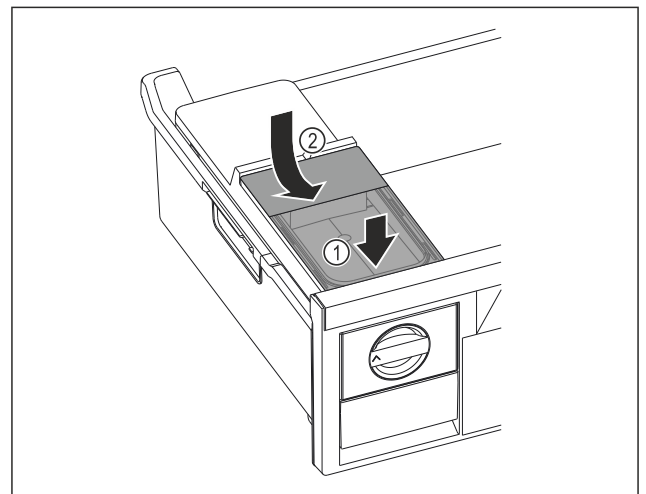

Fig. 157
- ▶ Placer le réservoir d'eau à l'avant. Fig. 157 (1)
- ▶ Abaisser le réservoir d'eau à l'arrière. Fig. 157 (2)